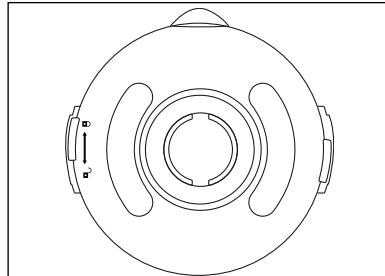

Abb.2
- 3) Füllen Sie die Zutaten in den Mixaufsatz ③ ein.
- 4) Drücken Sie den Deckel ② versetzt wieder fest auf den Mixaufsatz ③ auf. Schließen Sie den Deckel ②, indem Sie ihn im Uhrzeigersinn in die Position ↗ drehen, bis er hörbar einrastet (siehe Abb. 2).